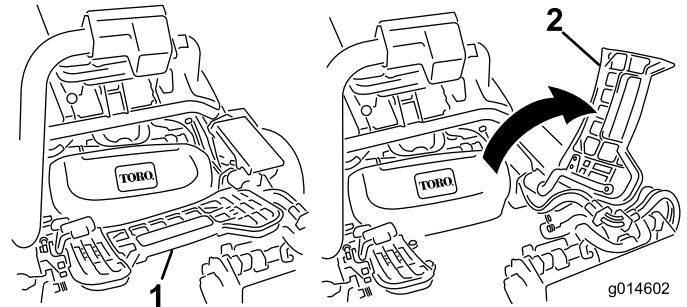

Figura 12
7. Se instalar a unidade de corte central, eleve o apoio de pé e incline-o, permitindo o acesso à posição da unidade de corte central (Figura 12).